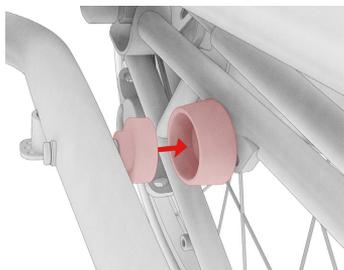

Abb. 2.5
- ⚠ Achten Sie darauf, dass die beiden Teile der Magnetsicherung sicher ineinander greifen und das gefaltete VELLO Bike arretieren (Abb. 2.5 + 2.6).